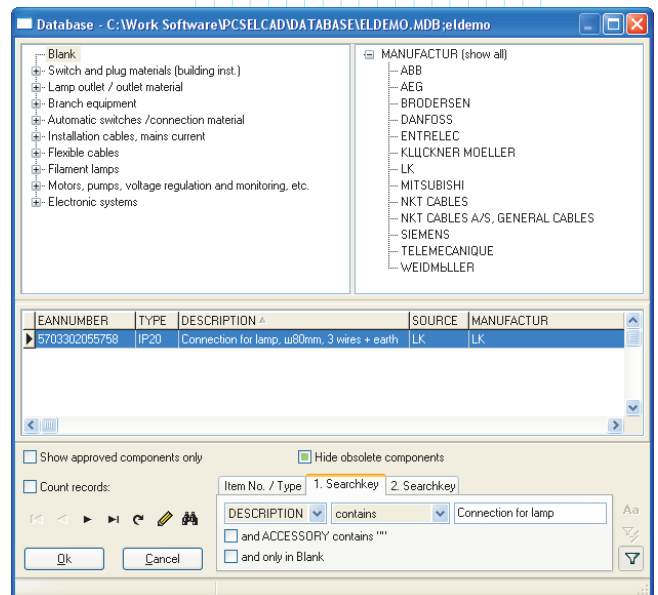

Рис. 22
3 Выбираем компонент с номером 5703302055758 (в данном случае он у нас один-единственный) и щелкаем *OK* (рис. 22).
- 2 Щелкаем на *Edit* и выбираем *Copy* (рис. 22).